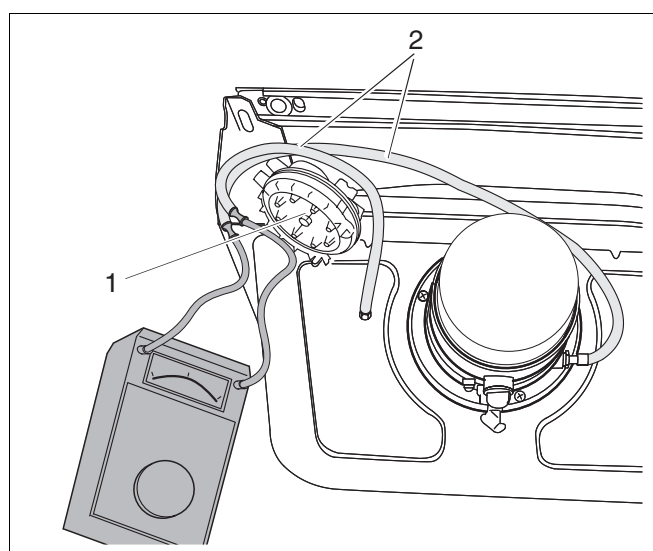

Abb. 14 Messwerte aufnehmen
- Differenzdruckschalter (Abb. 14, Pos. 1) aus Halterung herausnehmen.
- Beide Schläuche (Abb. 14, Pos. 2) abziehen (Schlauchzuordnung notieren!) und mit einem Manometer verbinden.